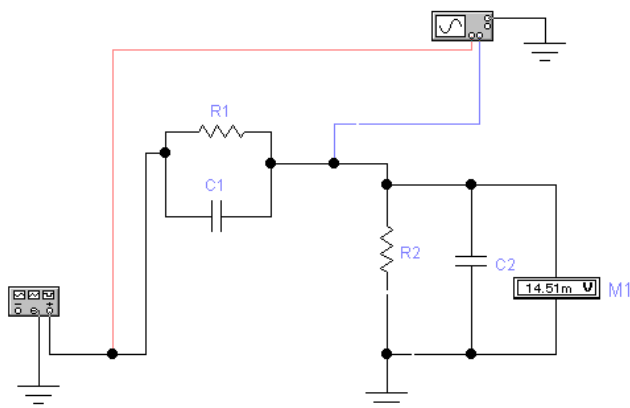

Рисунок 5.8
1. – На рабочем столе *WorkBench* собрать схему делителя напряжения (рисунок 5.8).